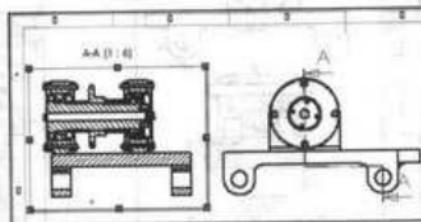

图 6-67 生成剖面视图 A-A
(12) 在“剖面视图 A-A”属性管理器中设定相关选项后，在“标号”文本框中输入“A-A”。单击 $\checkmark$  (确定) 按钮，关闭“剖面视图 A-A”属性管理器，生成剖面视图 A-A，如图 6-67 所示。